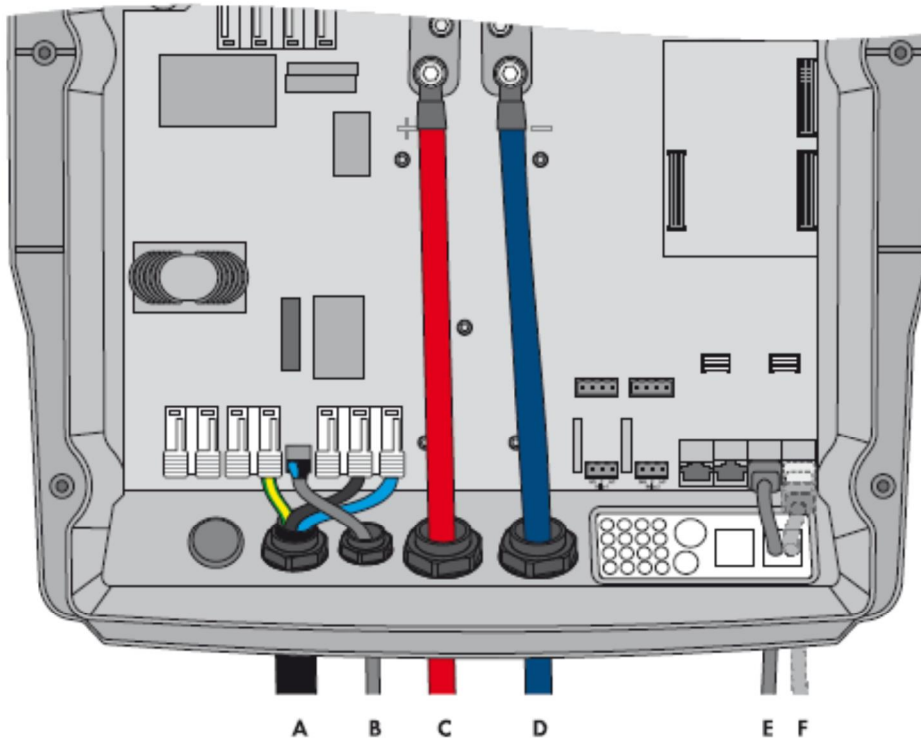

Abbildung 9: Anschluss der Slaves
- Konfiguration wie in Abbildung 9 durchführen